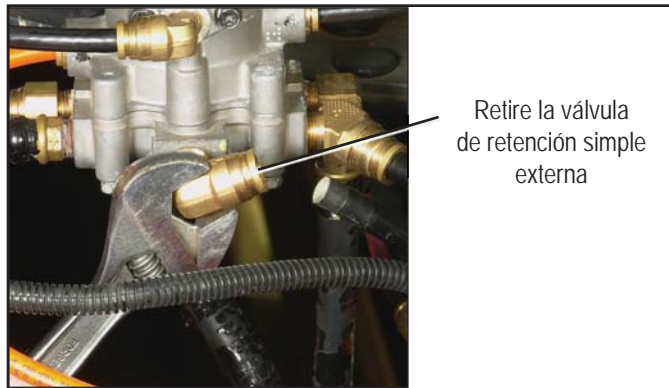

Figura 4 - RETIRO DE LA VÁLVULA DE RETENCIÓN SIMPLE EXTERNA
5. Observe la orientación de la válvula de retención externa. (Algunas válvulas SR-7™ pueden tener un accesorio entre la válvula de retención simple externa y la válvula SR-7™.) Como se muestra en la figura 4, utilice una llave para retirar la válvula de retención simple externa. **IMPORTANTE: Inspeccione la salida (lado roscado) de la válvula de retención simple Parker para asegurarse de la presencia de los componentes de la válvula de retención. Verifique que el retenedor de latón esté presente e intacto.** Consulte la figura 6.